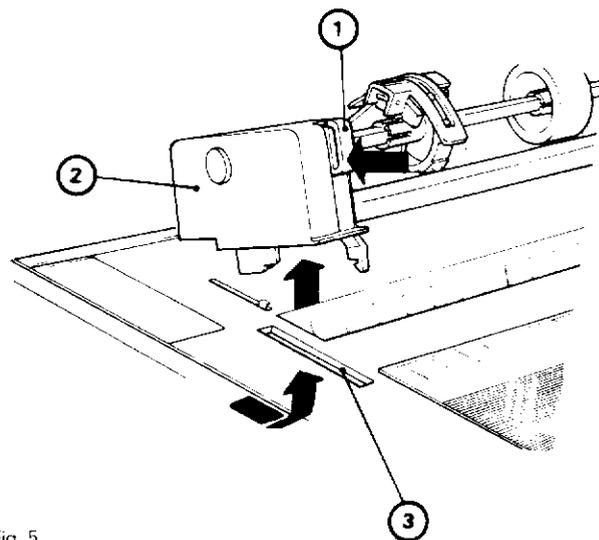

Fig. 5
- Déposer l'ensemble de traction pour papier continu perforé : appuyer sur les poussoirs (1) placés de chaque côté du tracteur à picots (2) et soulever celui-ci en le basculant vers l'arrière afin de le dégager des fentes (3) figure 5.